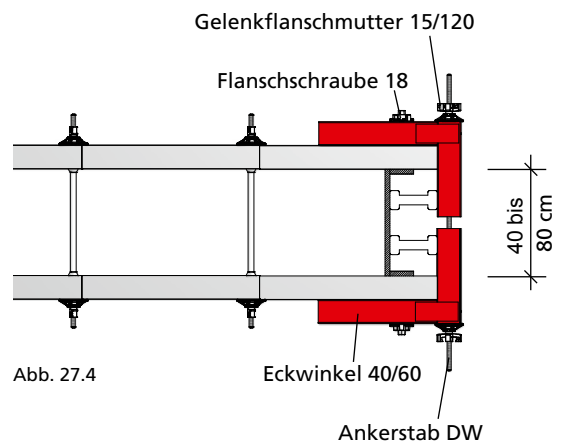

Abb. 27.4
■ beim zweiseitigen Einsatz von Wandstärken 40 bis 80 cm: ein Ankerstab DW mit 2 Gelenkflanschmutter 15/120 (Abb. 27.4) am Element befestigt werden.